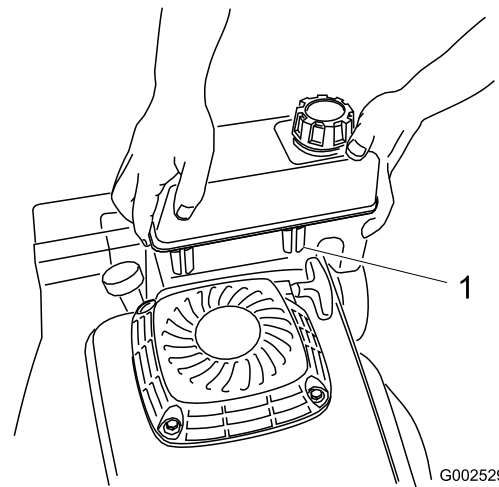

Bild 5
3. Schieben Sie die Kunststoffclips an der Vorderseite des Kraftstofftanks in die Befestigung des Kraftstofftanks (Bild 5).